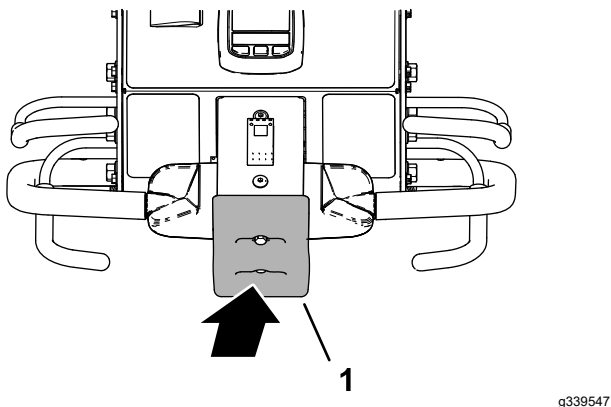

Figura 36
2. În timp ce ینی maneta pentru prezența operatorului și comanda de traciune, acționează comutatorul de oprire la denivelare (Figura 36).